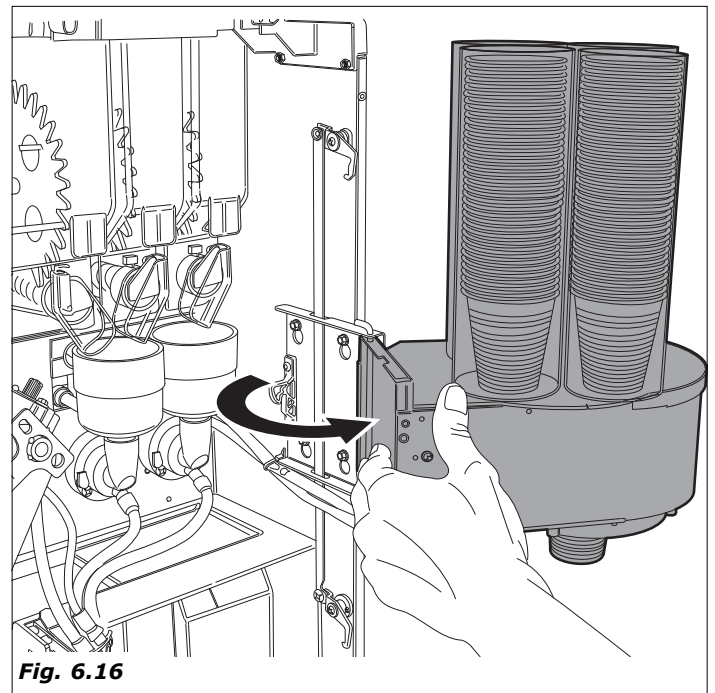

Fig. 6.16
- Eloigner la colonne des verres pour avoir accès aux récipients (Fig.6.16).